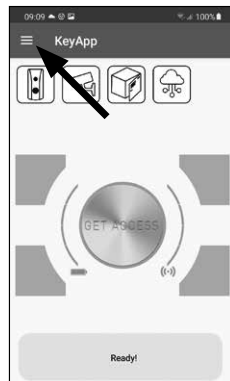

Abb. 57
- 2 Öffnen Sie das Hauptmenü (Abb. 57).